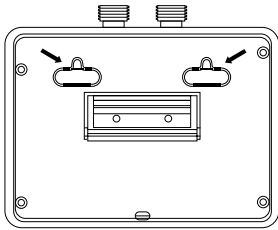

Рис. 3
- После установки шурупов навесьте на них водонагреватель. Места крепления указаны стрелками (рис. 3).
Установите два крепежных шурупа, вкручиваемые в дюбеля в стене, где будет установлен водонагреватель. Места крепления водонагревателя показаны на рис. 3 и 4. Шляпки шурупов должны выступать от стены на расстояние, необходимое для навески на них водонагрева-